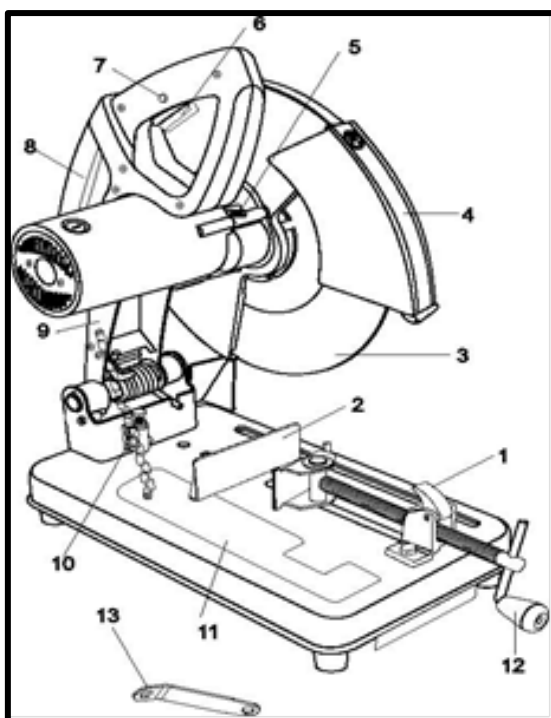
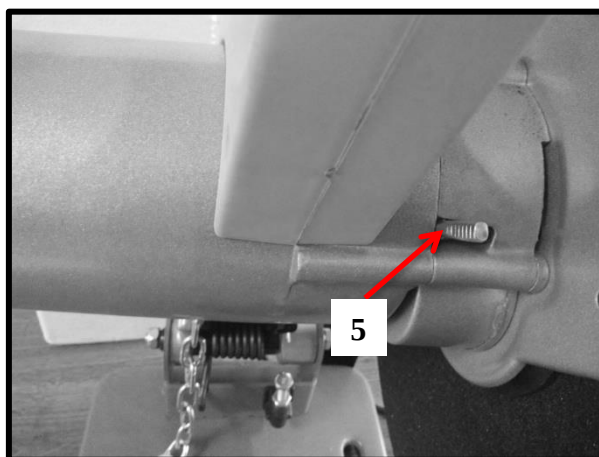

Рис.1
Рис.4
1. Поднимите кронштейн станка **9** (рис.1) вверх до упора.
1. Поднимите защитное ограждение 4 (рис.1 и рис.3) вверх примерно на 75 мм и отпустите. Если защитное ограждение исправно, оно свободно упадет в изначальное положение.
1. Поднимите кронштейн 9 (рис.1) вверх до упора.
2. Поднимите защитное ограждение круга 4 (рис.1 и рис.3) вверх так, чтобы он остался в вертикальном положении.
3. Вращая отрезной круг рукой, нажмите на штифт блокировки 5 (рис.1 и рис.4), переместите его вправо и удерживайте.
3. Надавите на штифт блокировки **5** (рис.4 и рис.8) вправо и удерживайте его в этом положении, одновременно вращая отрезной круг рукой.